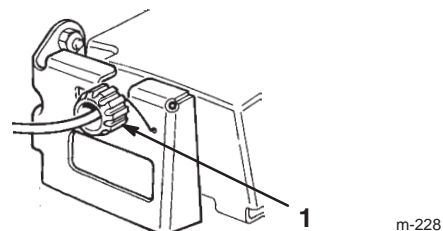

Figure 24
Si la tondeuse ne se propulse pas automatiquement ou a tendance à avancer quand la barre de commande est à **plus** de 3,8 cm du guidon, réglez le bouton de réglage de la transmission à l'arrière de la boîte d'engrenages (Fig. 24).
2. Tournez le bouton de commande de 1/2 tour dans le sens horaire si la tondeuse n'avance pas automatiquement. Si elle commence à avancer, tournez le bouton de 1/2 tour dans le sens anti-horaire (Fig. 24).